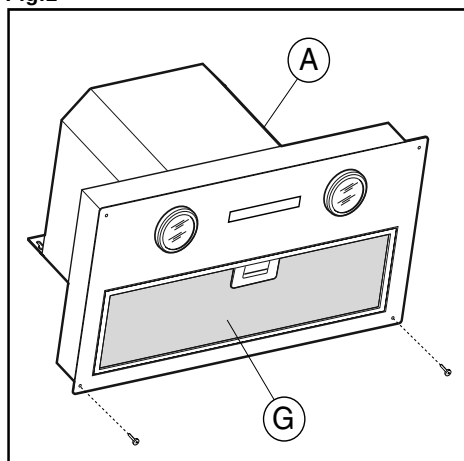
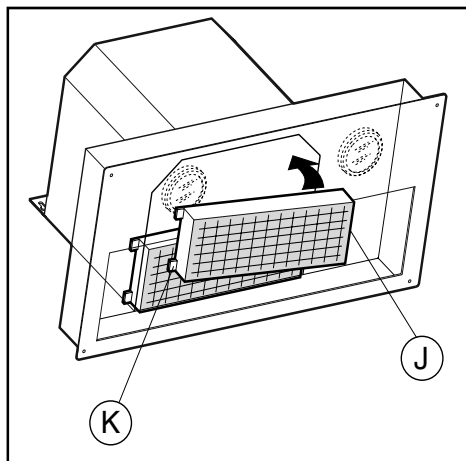
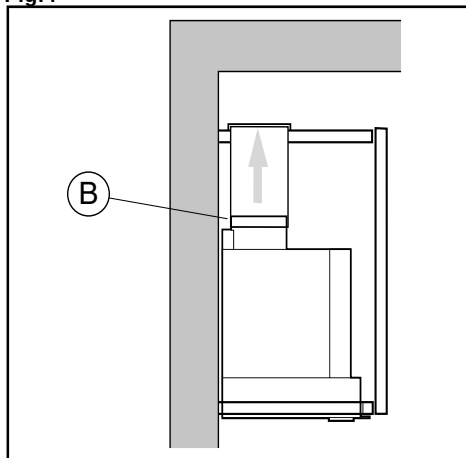

Fig.2
Fig.4
Fig.6
En vue d'une manœuvrabilité de l'appareil plus facile, avant d'exécuter les opérations de montage, déconnecter le filtre/les filtres anti-graisse (Fig.2 G).
Les filtres au charbon actif servent à épurer l'air qui sera expulsé à nouveau dans la pièce. Ces filtres ne sont pas lavables ou régénérables et doivent être changés tous les 4 mois au maximum. La saturation du charbon actif dépend du temps d'utilisation de la hotte, du type de cuisine et de la fréquence à laquelle vous nettoyez le filtre à graisse. Les filtres rectangulaires doivent être positionnés dans le groupe aspirant, à l'intérieur de la hotte. Enfiler les axes (K) du filtre dans leur support (voir fig.4). Vous devez donc vous servir des poignées spécialement prévues à cet effet, donc, avec un mouvement de rotation vers le haut enfiler les axes (J), se trouvant vers la poignée dans leur propre support. Pour effectuer cette opération, retirer la grille **G** (fig.2). L'air est alors recyclé dans la pièce grâce au tube de connection passant au travers du meuble et relié à l'anneau du raccord **B** (fig.6).